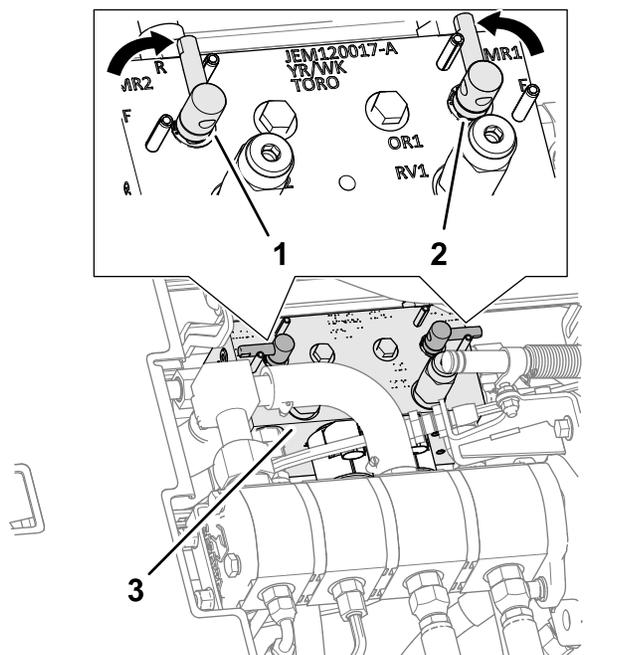

Figura 147
4. Desenganche y levante el asiento para tener acceso al distribuidor del cortacésped (Figura 147).
5. Mueva la palanca de autoafilado a la posición R (autoafilado) (Figura 147).